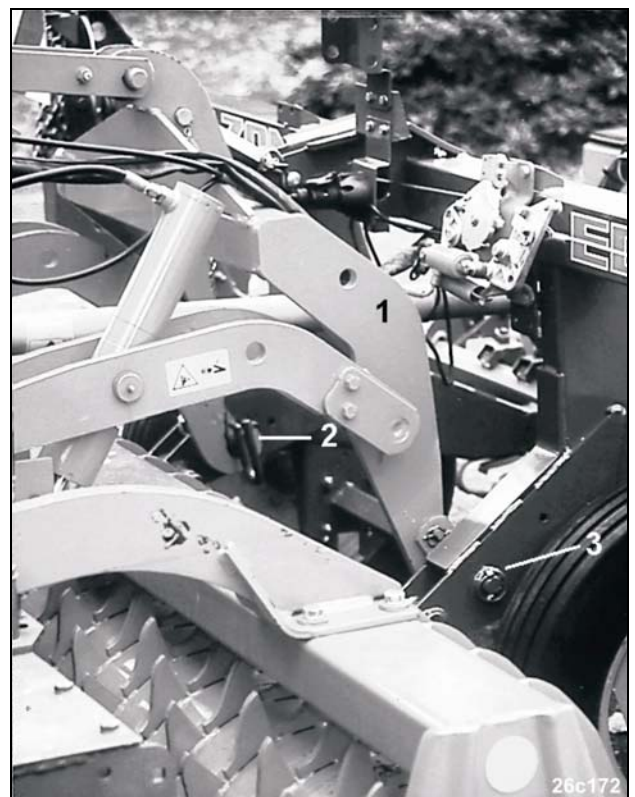

Fig. 174
- voor het reduceren van het hefvermogen wordt gebruik van het hefframe aanbevolen (AMAZON-systeem „Huckepack“, Fig. 174/1), waarmee de precisiezaaimachine bij opheffen van de gehele combinatie (op de kopakker), boven de pakkerwals wordt getild.